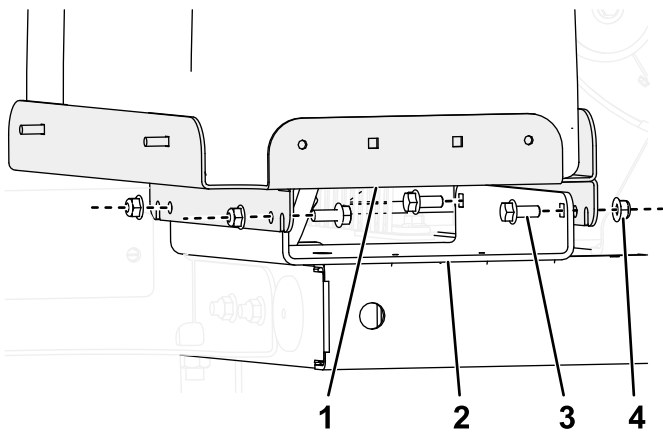

Figuur 2
1. Verwijder de bestaande brandstoftankbevestiging en monteer de nieuwe bevestiging van de tank van 38 liter met 4 slotbouten (5/16") en 4 flensmoeren (5/16") door de openingen in de bak zoals getoond in Figuur 2.